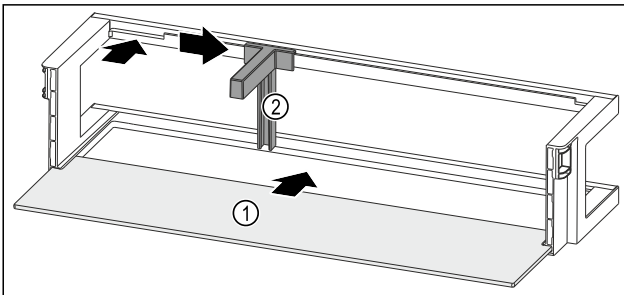

Fig. 136 Raf alanlı kapı rafı
- Raf alanını Fig. 136 (1) yandaki girintinin içine itin.
- Şişe yerlerini Fig. 136 (2) çıkıntıya yerleştirin.
- Şişe yerlerini Fig. 136 (2) istediğiniz konumda yana itin.